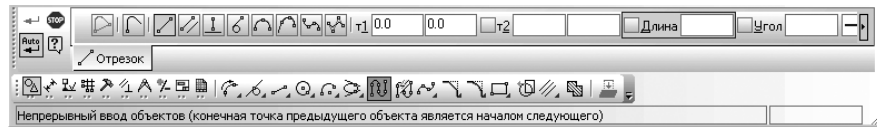

Рис. 8.126. Панель свойств: Непрерывный ввод, Компактная панель,
– **Непрерывный ввод**, и строка сообщений показаны на рис. 8.126.